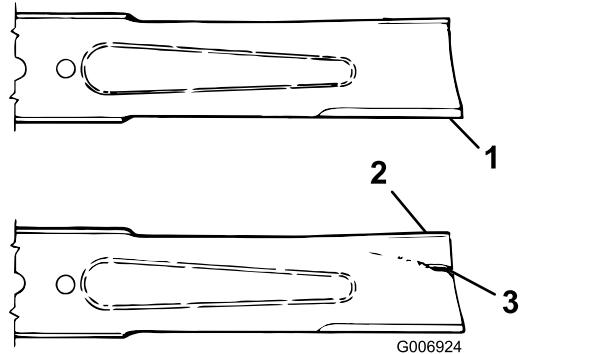

Bild 102
- Prüfen Sie die Schnittkanten des Messers sorgfältig, insbesondere dort, wo die geraden Flächen die gebogenen berühren (Bild 102).
- Wenn Sie Abnutzungen (Bild 102) feststellen, sollten Sie das Messer auswechseln, siehe Warten des Messerniveaus (Seite 71)
**Wenn sich das Messer abwetzen kann, bildet sich ein Schlitz zwischen dem Windflügel und dem flachen Teil des Messers (Bild 102). Zuletzt kann sich ein Stück des Messers lösen und aus dem Gehäuse herausgeschleudert werden. Das kann zu schweren Verletzungen bei Ihnen selbst und Unbeteiligten führen.**